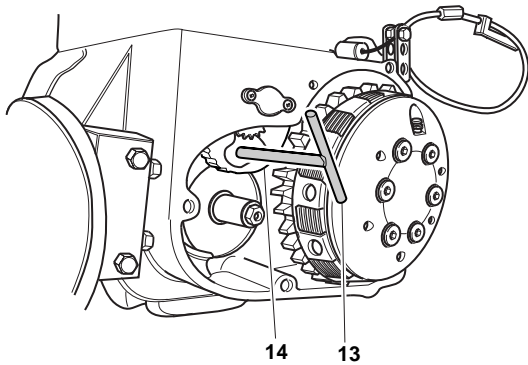

Fig. 60
10. Posizionare la chiavetta in dotazione "13" (Fig.60) per mettere correttamente in fase l'ingranaggio "14".
10. To place the key in endowment "13" (Fig. 60) to put correctly in phase gear "14".
10. Durch den mitgelieferten Schlüssel "13" (Abb.60) Zahnrad "14" in die richtige Phase setzen.
10. Placer la clef en dotation "13" (fig. 60) pour mettre l'engrenage "13" de la distribution sur le couvercle moteur en phase.